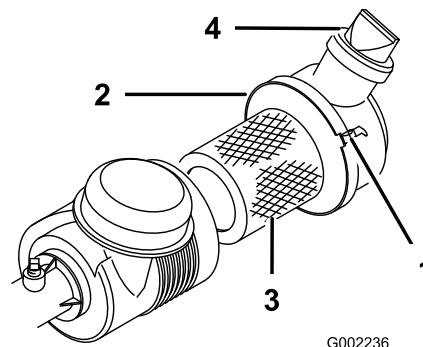

Bild 38
Prüfen Sie das Gehäuse des Luftfilters auf Schäden, die eventuell zu einem Luftleck führen könnten. Stellen Sie sicher, dass der Staubdeckel vollständig auf dem Luftfilter abgedichtet ist. Ersetzen Sie ein defektes Luftfiltergehäuse. Drücken Sie das Ventil (Bild 38) vor jedem Einsatz, um Staub und Rückstände zu entfernen. Warten Sie den Luftfilter alle 100 Stunden.
3. Lösen Sie den Luftfilterriemen, mit dem die Luftfilterabdeckung am Luftfiltergehäuse befestigt ist (Bild 38) und nehmen Sie die Abdeckung vom Gehäuse ab.
- Befestigen Sie die Riemen (Bild 38).
- Setzen Sie die Abdeckung auf, wobei das Ventil nach unten zeigen sollte, und befestigen Sie die Riemen (Bild 38).